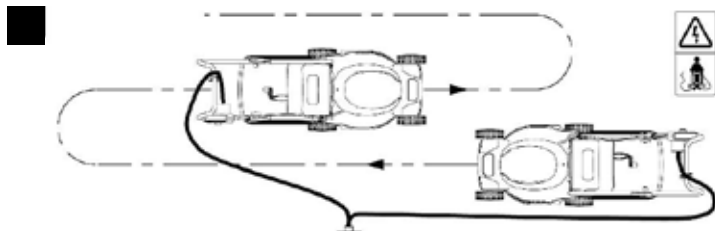

рис. 5
- шнур питания от розетки всегда должен находиться вне участка, на котором скашиваете траву и не путаться под ногами (см. схему движения рис.5).